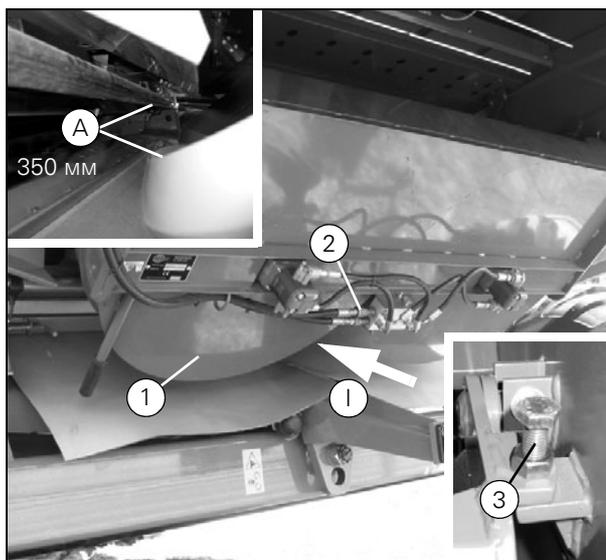
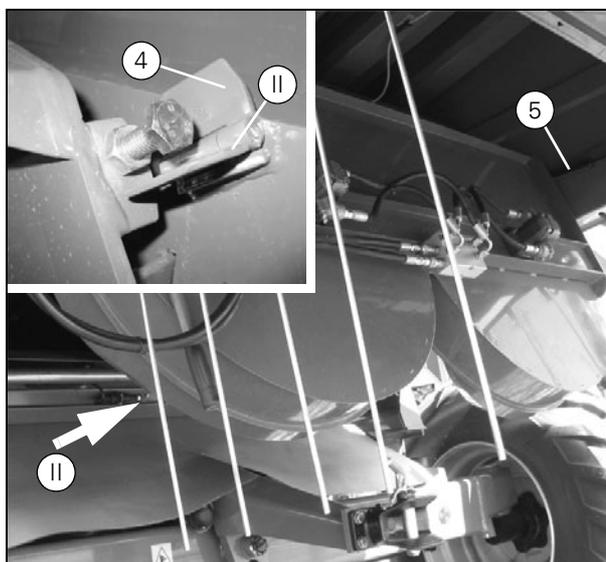
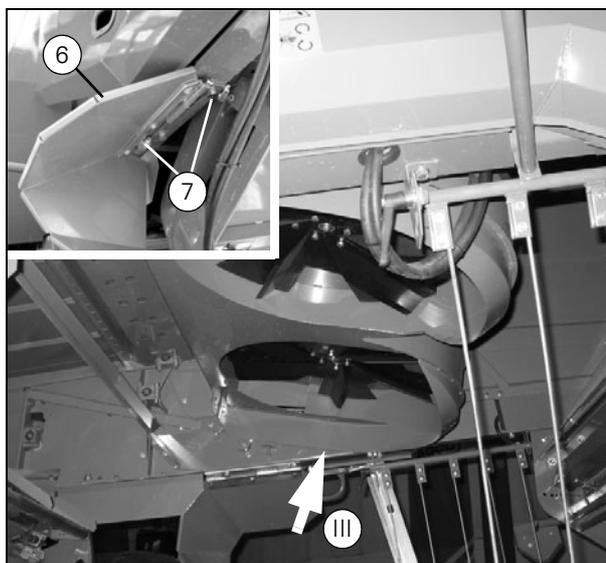

Рисунок 55
Рисунок 56
Рисунок 57
(Рис. 55), (Рис. 56) и (Рис. 57)
Во время работы разбрасыватель соломенной сечки должен находиться в положении I, (Рис. 55). Регулировка разбрасывателя соломенной сечки в положении I выполняется при помощи гаек (3): расстояние (А) от датчика потерь зерна до верхней кромки разбрасывателя должно составлять 350 ± 15 мм, когда грохот находится в крайнем заднем положении, см. (Рис. 55). Если датчик потерь зерна перемещен, следует проверить расстояние (А).
В нерабочем состоянии разбрасыватель соломенной сечки должен находиться в положении II, (Рис. 56). Кроме того, такое положение обеспечивает возможность доступа для регулировки/очистки сит. Установка разбрасывателя соломенной сечки в положении II определяется двумя шарнирными фиксаторами (4), которые при повороте вниз служат в качестве стопоров для разбрасывателя.
В положении III, (Рис. 57) обеспечивается доступ для замены сит или других работ по техническому обслуживанию. Чтобы поднять разбрасыватель соломенной сечки в положение III, повернуть оба шарнирных фиксатора в вертикальное положение. Установка разбрасывателя в положение III определяется двумя пневматическими распорками (5) в бункере соломы.